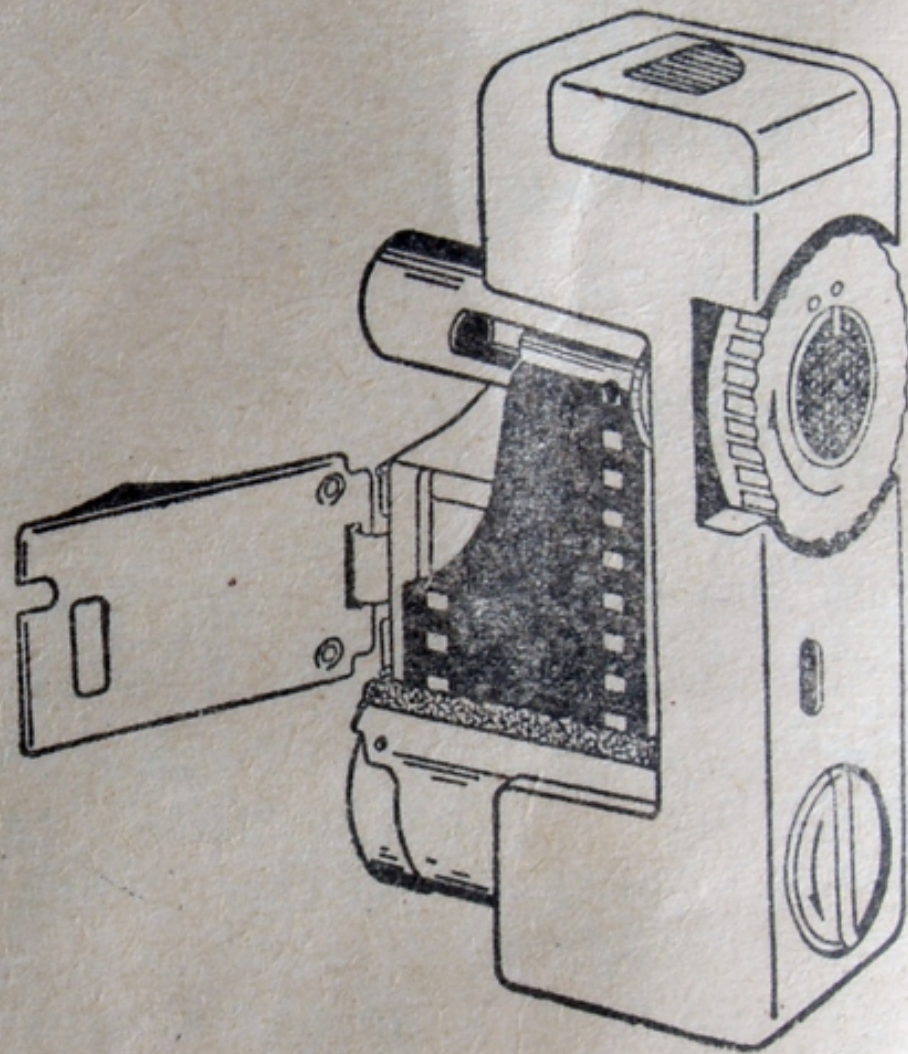

Рис. 6.
5.3. Открыть прижимной столик 19, установить кассету с фотопленкой в фотоаппарат. Вставить конец фотопленки в прорезь приемной катушки 16 так, чтобы он вышел через противоположную прорезь катушки. Убедиться в том, что фотопленка лежит на ползках фильмового канала без перекосов, а зуб приемной катушки и зубья звездочки 15 входят в перфорации фотопленки (рис. 6).